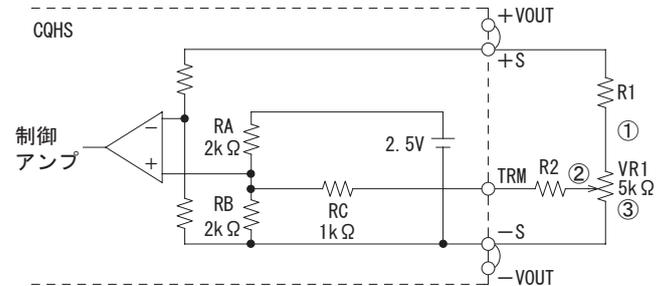

図3.4 外付け部品の接続方法
- ポリューム (VR1) と抵抗 (R1, R2) を図3.4のように接続することで出力電圧を可変できます。
- ポリュームは右回転で①-②間の抵抗値が小さくなるように接続すれば、出力電圧は高くなります。